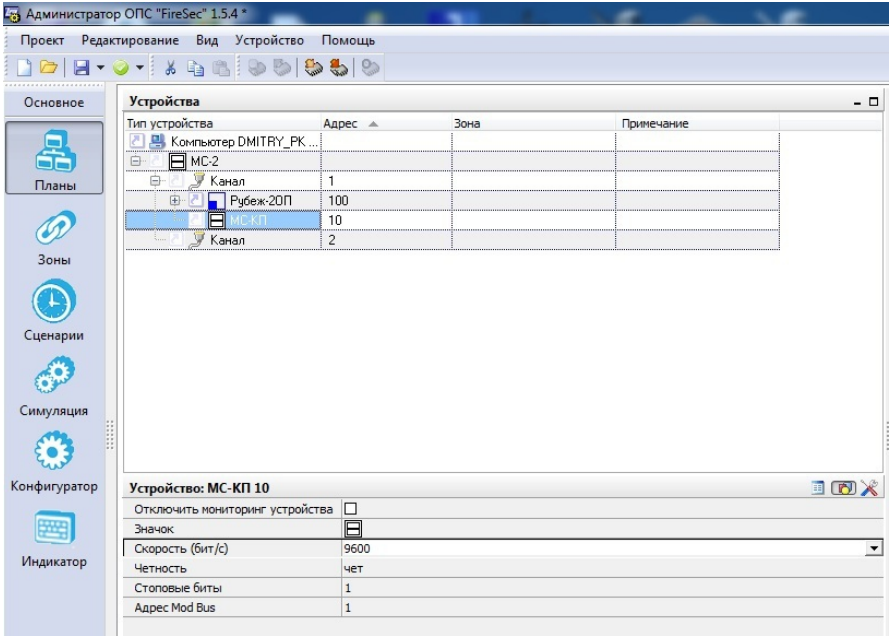

Рисунок 3
6.6 Далее, в дереве устройств программы FireSec (Рисунок 3), выделив **МС-КП**, перейти в поле **Устройство: МС-КП**, где из предлагаемых значений выбрать **Скорость** обмена по **Каналу 2**, **Стоповые биты**, проверку на **Четность** и задать с помощью клавиатуры **Адрес Mod Bus** (от 1 до 247).